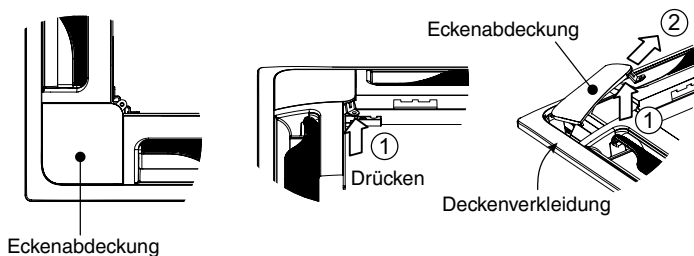

Abb. 9-21
(2) Abnehmen der Eckenabdeckung
- a) Die Eckenschrauben herausdrehen und die Verriegelungen in Pfeilrichtung ① verschieben, um die Scharniere abzutrennen (3 Stellen). Das Lufteinlassgitter nun in Pfeilrichtung ② abnehmen. (Abb. 9-21)